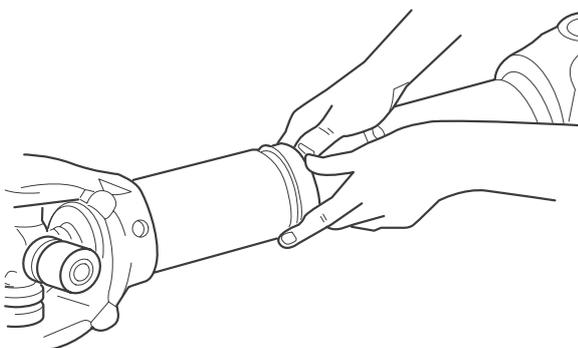

Figura 8.24
7. Ajuste o selo na ranhura. Figura 8.24.